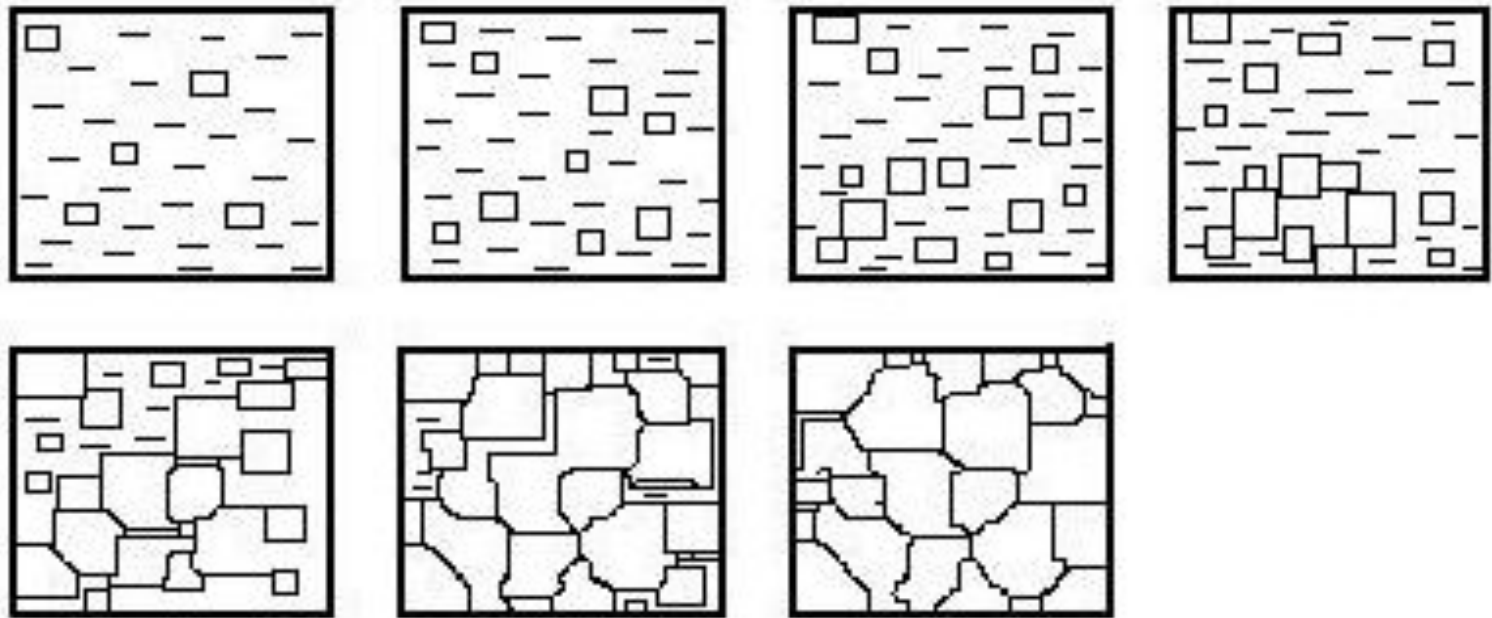

Рис. 4. Схема процесса кристаллизации металла.
- После окончания кристаллизации **образуются кристаллы неправильной формы**, которые называются **зернами** или **кристаллитами** (рис. 4)